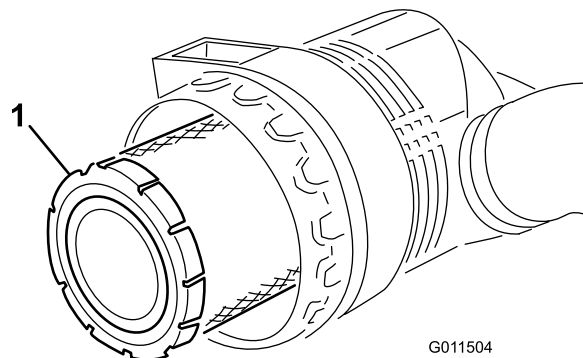

Figure 50
3. Déposez et remplacez l'élément principal (Figure 50).